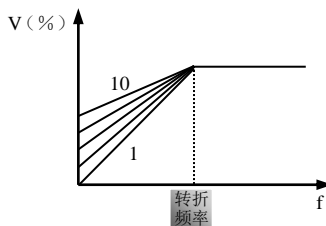

图 5-5 直线型 V/F 曲线
- 本产品共有 10 条“直线型 V/F 曲线”，用于提高低频时的输出转矩，数值越大，补偿也越大，如图 5-5 所示。